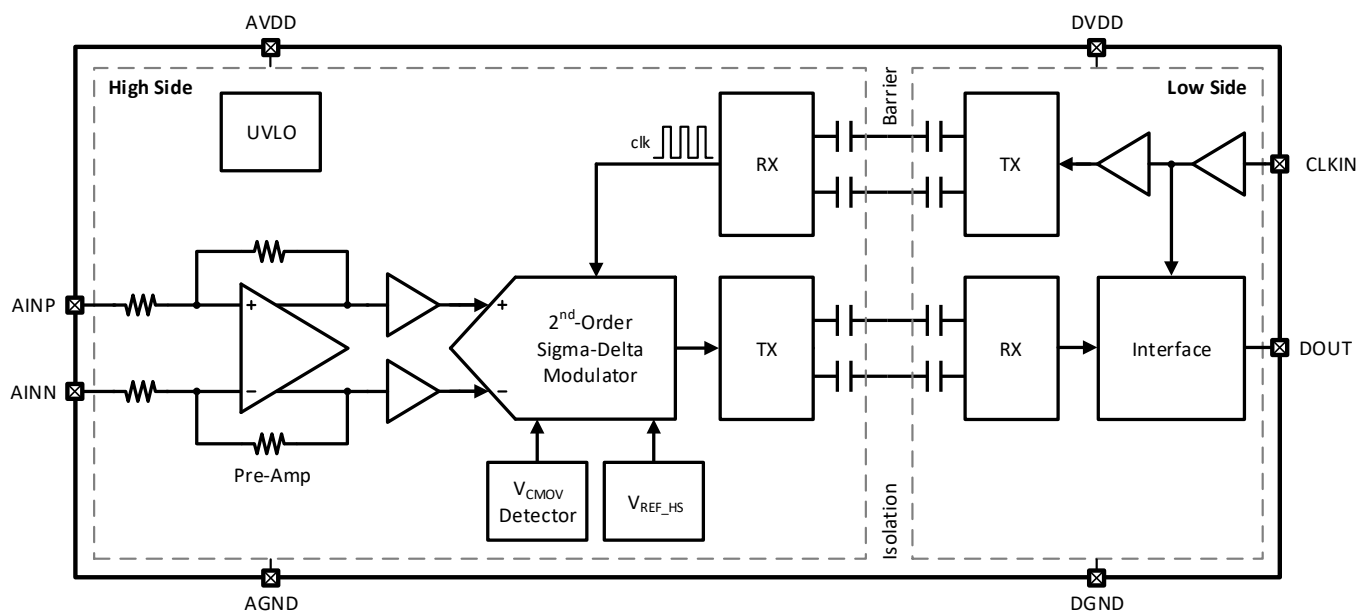

图 8-1 CA-IS1204 功能框图
CA-IS1204 器件是一系列为基于分流电阻的电流检测而优化的高精度隔离式 Sigma-Delta ( $\Sigma\Delta$ ) 调制器。功能框图如图 8-1 所示。在高边，全差分运放先对分流电阻上的压降预放大然后驱动二阶 Sigma-Delta ( $\Sigma\Delta$ ) 调制器。该调制器将模拟信号转换成 1 位的数字位流。为了在基于二氧化硅的隔离层的信号传输，数字位流通过使用简单的开关键控 (OOK) 调制方案和高频载波进一步调制。接收机 (RX) 在低边将接收到的调制信号恢复成原始的数字位流。为了整个芯片的同步，外部时钟被发送回高边，确保所有的时钟同源。输出位流与外部时钟在 CLKIN 引脚处同步。在额定输入范围内，串行位流 1 的密度和模拟输入电压幅度成正比 (详见数字输出小节)。外部时钟输入有助于在系统层面的多通道电流检测的同步。